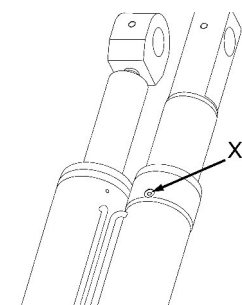

fig 5 : Pos. X = Vis de purge sur les vérins esclaves
- Ensuite ouvrir faiblement – ne pas sortir – une vis de purge sur un vérin esclave (voir fig. 5)